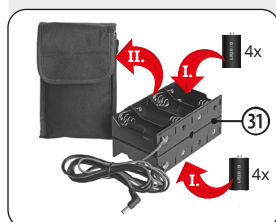

Fig. 16: Inserción de las pilas en el soporte para pilas
1. Inserte, según las indicaciones, 4 pilas* de tipo D/LR20 en cada lado del soporte para pilas (31) (Fig. 16, I).
2. Introduzca el soporte para pilas (31) en la bolsa de almacenamiento (31 b) (Fig. 16, II).